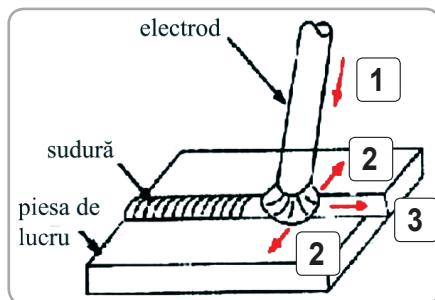

Fig.11
**Manipularea electrodului (fig.11):**